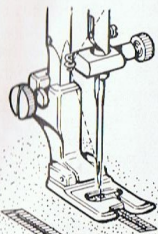

Abb. 25
A) Nähen von Knopflochern (Abb. 25 und 26)